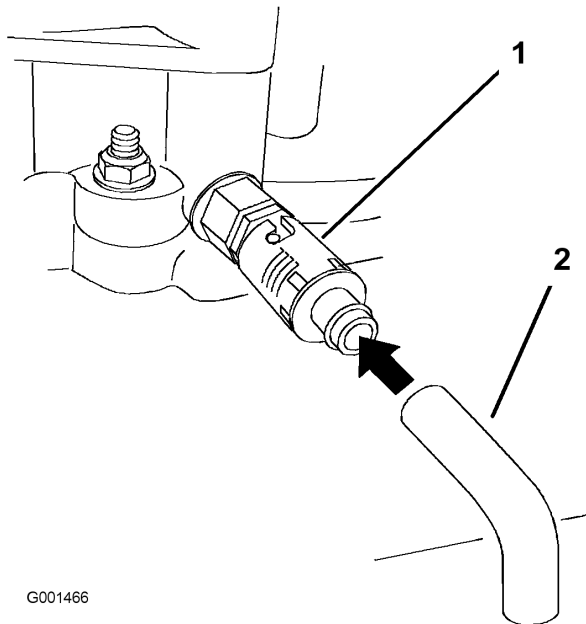

Figure 21
6. Placez un bac sous le flexible de vidange. Tournez le robinet de vidange d'huile pour permettre à l'huile de s'écouler (Figure 21).
8. Enlevez le flexible de vidange (Figure 21).